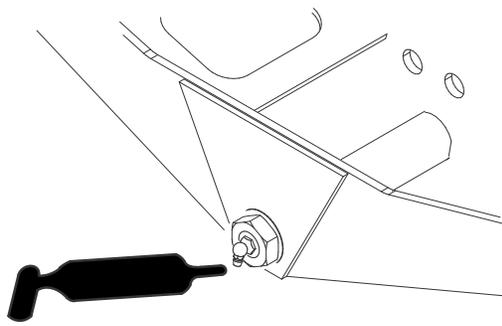

Figura 74
- Perno sterzante del ponte (1) (Figura 74)